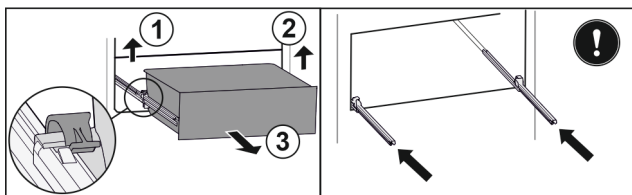

Fig. 61
- Paceliet kreiso spaili un vienlaikus pavelciēt atvilktni kreisajā pusē uz priekšu. *Fig. 61 (1)*
- Paceliet labo spaili un vienlaikus pavelciet atvilktni labajā pusē uz priekšu. *Fig. 61 (2)*
- Izņemiet atvilktni virzienā uz priekšu. *Fig. 61 (3)*